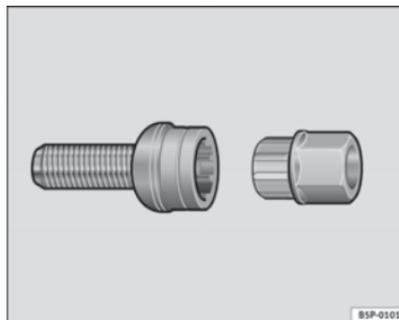

Fig. 179 Viti antifurto
- Innestare l'adattatore nella vite antifurto, spingendolo fino in fondo ⇒ fig. 179.